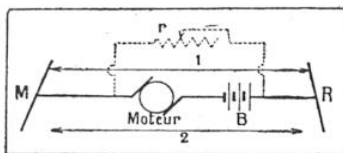

FIG. 1. — MONTAGE DE SYNCHRONISATION DU MOTEUR
LA vitesse d'un moteur électrique peut varier légèrement suivant la valeur du couple résistant qu'il doit vaincre ou par suite des variations de la tension qui l'alimente. Certaines applications, comme l'enregistrement très précis de temps au moyen d'un chronographe imprimant — compétitions sportives, par exemple (1) — exigent cependant du moteur électrique entraînant les tambours des heures, minutes, secondes et centièmes de seconde, une vitesse aussi constante que possible. Voici comment on « synchronise » le mouvement au moyen d'une horloge électrique de haute précision. Le moteur (alimenté par une batterie d'accumulateurs) est monté avec deux fils de retour du courant 1 et 2 (fig. 1). On forme ainsi deux circuits